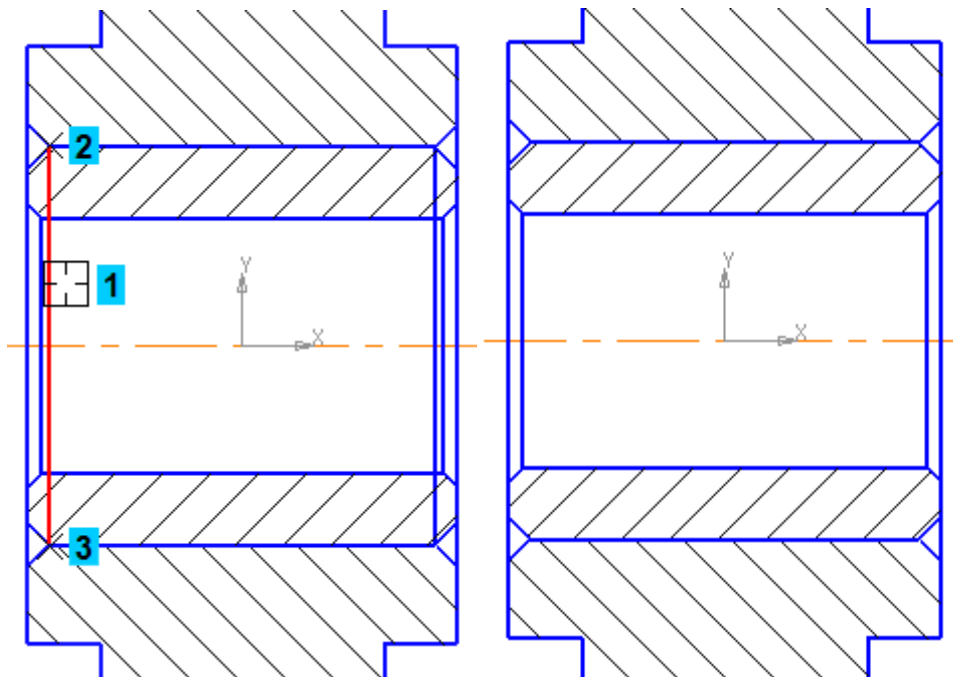

Рисунок 10.
- Укажите отрезок слева, принадлежащий Ролику (курсор 1). Затем укажите начальную 2 и конечную 3 точки участка усечения. Таким же образом удалите отрезок справа (рис. 10).